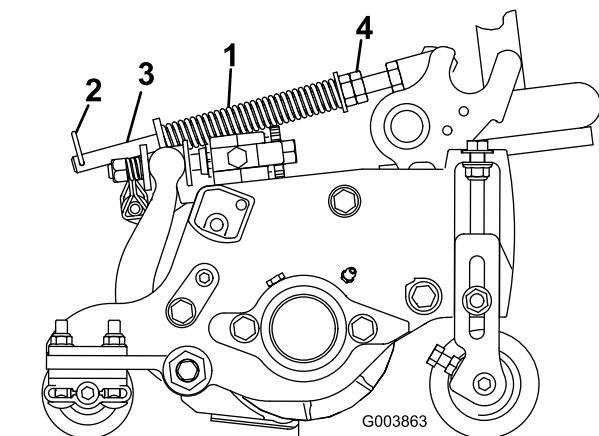

图16
草坪补偿弹簧（图16）可将重量从前滚筒转移至后滚筒。这有助于减少草坪的波动图形，也称为波浪形或摆动形。
1. 确保发卡销安装在弹簧杆的后孔内（图16）。
2. 拧紧弹簧杆前端的六角螺母，直至 127mm 滚刀组压缩后的弹簧长度为 127mm（178mm 滚刀组压缩后的弹簧长度为 159mm）（图16）。